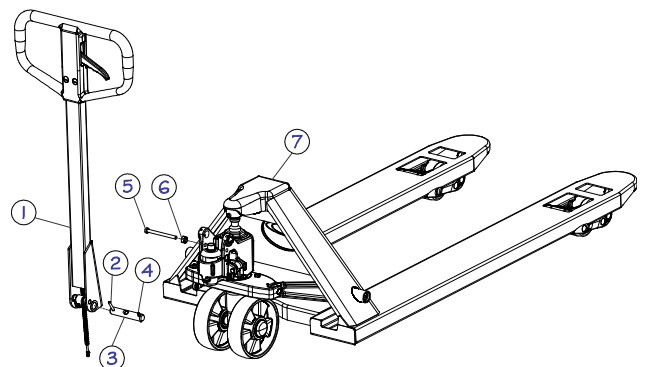

Figura 6 - Montagem da alavanca
Antes da montagem, identificar os 7 itens da ilustração ao lado (figura 6):
Antes del montaje, identificar los 7 elementos de la ilustración al lado (figura 6):
- d) Abaixe a Alavanca(1) e retire o Parafuso(5) e porca(6) (Figura 6).
- d) *Baja la palanca (1) y quitar el tornillo (5) y la tuerca (6, figura 6).*